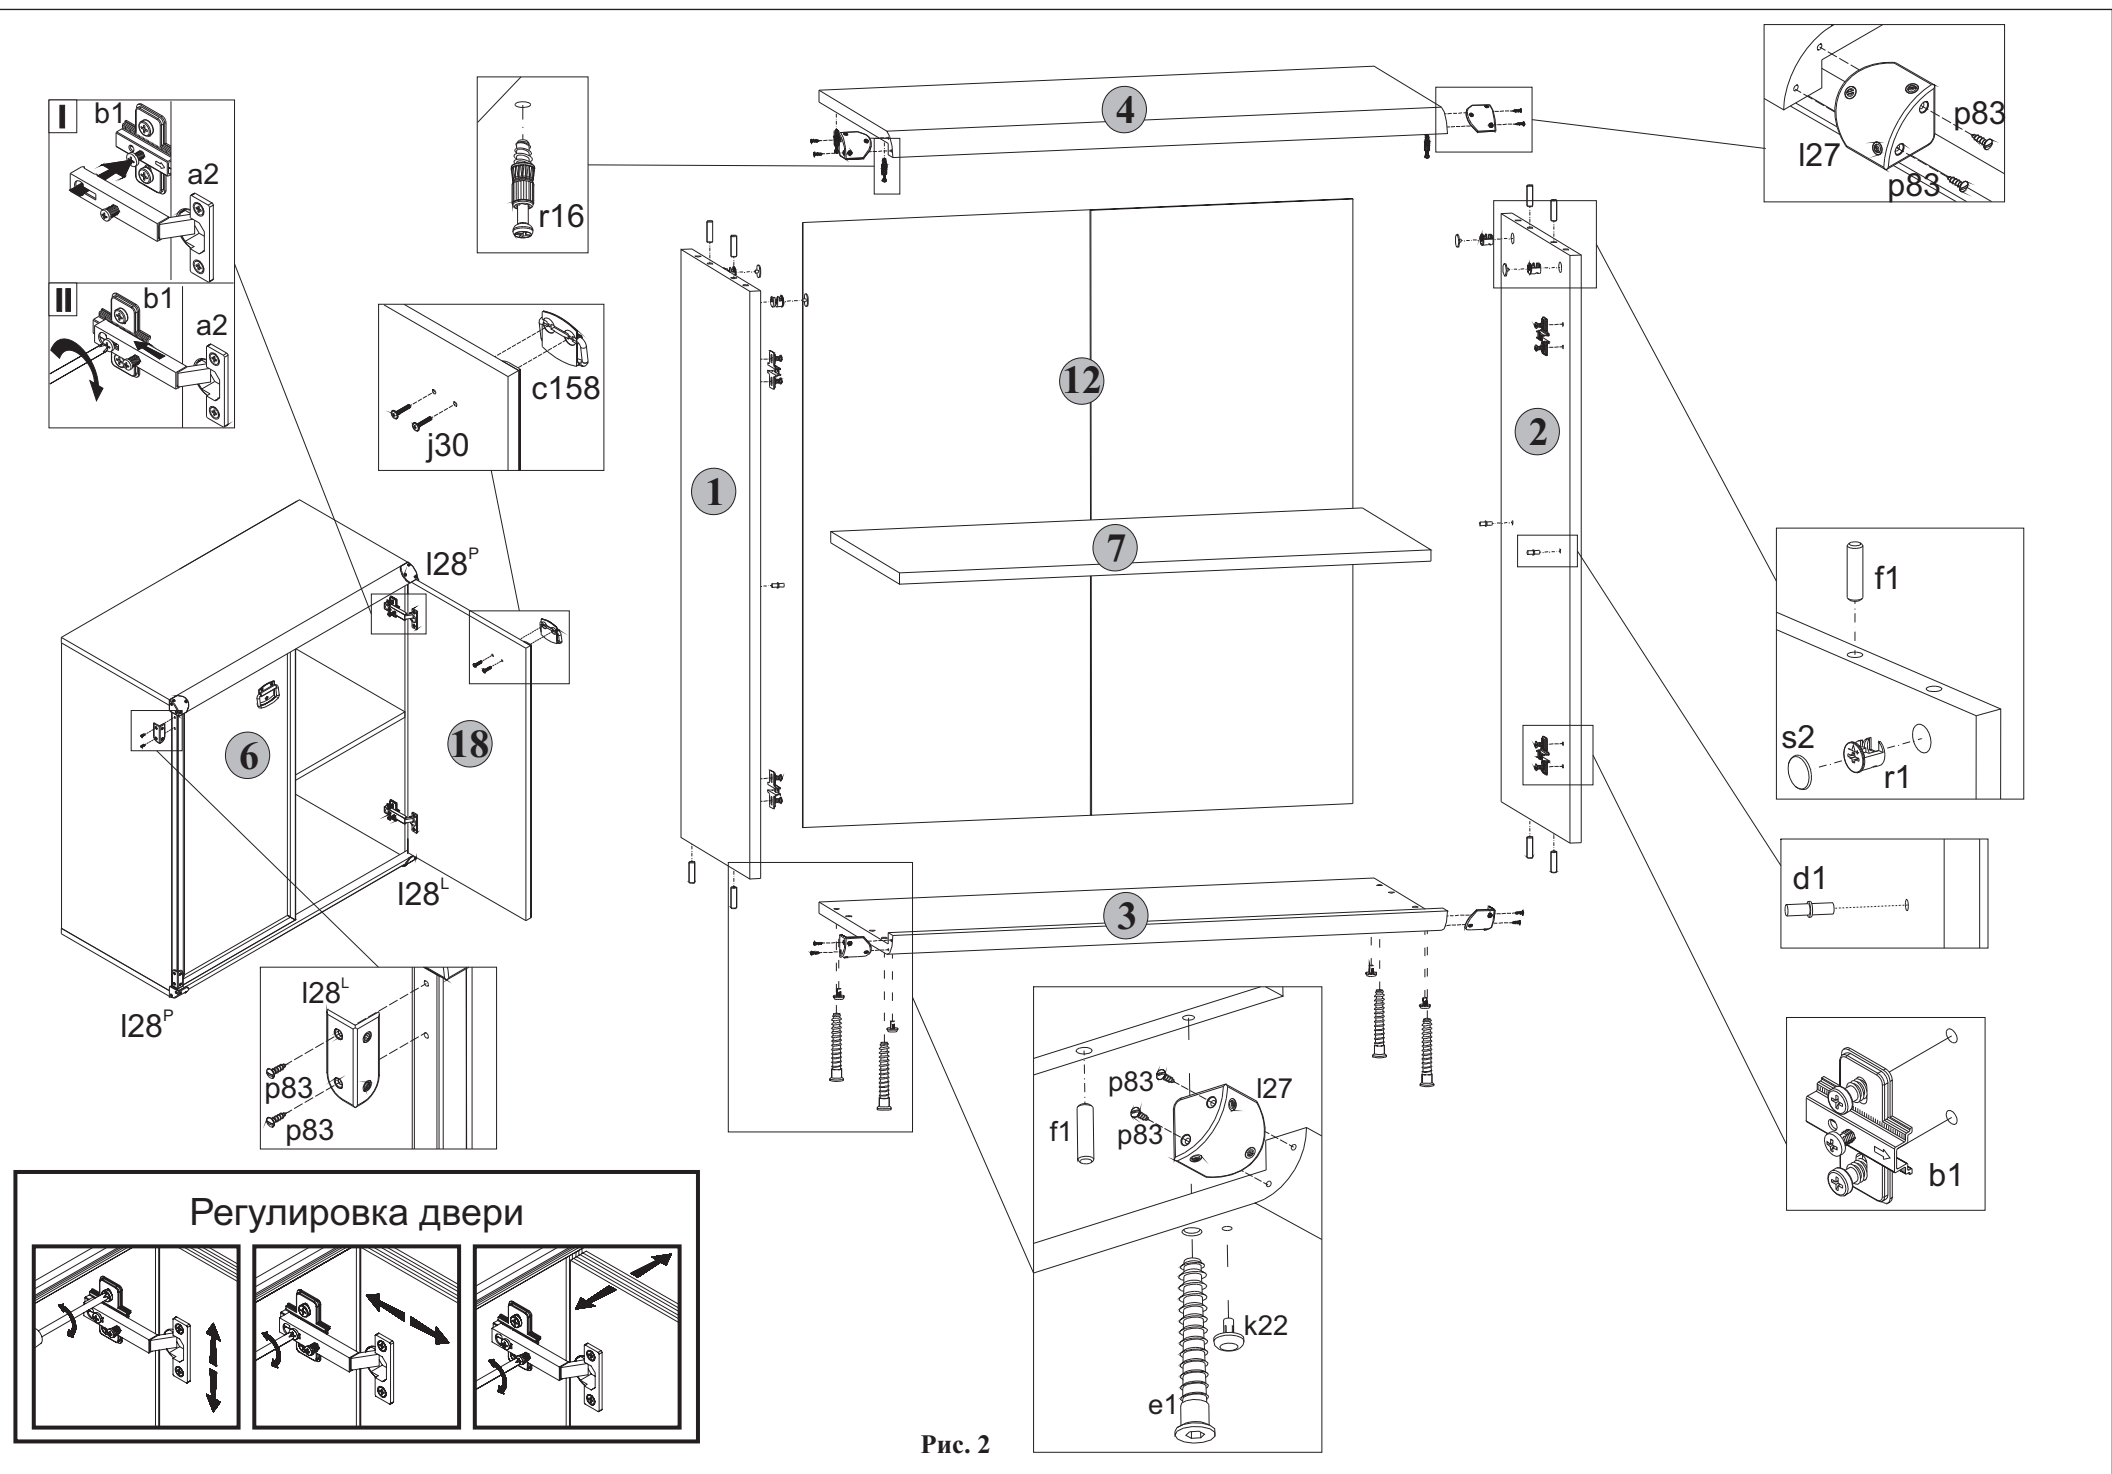

Рис. 2
5.9 К стенкам боковым **1 и 2** присоединить щит нижний **3** и стянуть еврошурупами **e1**, пользуясь специальным ключом **z1** из комплекта фурнитуры (**см.рис. 2**).
5.13 Положить двери **6 и 18** фасадной поверхностью вниз на ровную поверхность. Закрепить на дверях петли шарнирные **a2**, пользуясь крестообразной отверткой (**см.рис.2**).
5.14 Навесить двери на корпус тумбы, совместив петли шарнирные **a2** с направляющими петель **b1** (**см.рис.2**). При необходимости отрегулировать положение дверей вращая регулировочные винты, как показано на **рисунке 2**.
5.2 В отверстия диаметром **8 мм** на верхних и нижних кромках стенок боковых **1 и 2** вбить деревянные шканты **f1** (**см.рис. 2**).
5.5 На внутренних поверхностях стенок боковых **1 и 2** в отверстия диаметром **15 мм** вставить стяжки эксцентриковые **r1** (**см.рис. 2**).
5.6 В отверстия диаметром **5 мм** на нижней поверхности щита верхнего **4** вкрутить винты стяжки **r16**, пользуясь крестообразной отверткой (**см.рис. 2**).
5.7 В отверстия диаметром **4,5 мм** на нижней поверхности щита нижнего **3** вставить опоры полимерные **k22** (подпятники) (**см.рис. 2**).